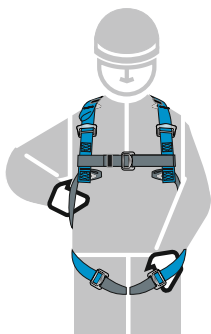

рис. 8
8. Проверить правильность натяжения всех лямок привязи. Натяжение должно быть таким, чтобы между лямкой и телом пользователя можно было просунуть руку (**рис. 8**).